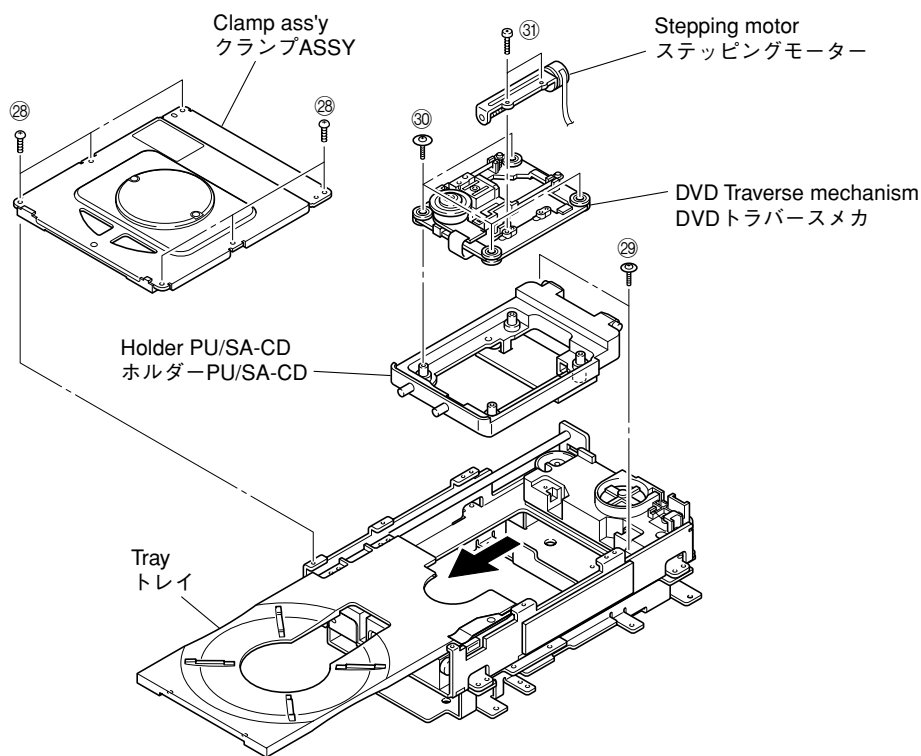

Fig. 10
- Remove 6 screws (28) and then remove the clamp ass'y. (Fig. 10)
- Push out the tray by pushing its rear. (Fig. 10)
- Remove 2 screws (29). (Fig. 10)
- Remove the DVD traverse mechanism together with the holder PU/SA-CD. (Fig. 10)
- Remove 4 screws (30) and then remove the DVD traverse mechanism. (Fig. 10)
- Remove 2 screws (31) and then remove the stepping motor. (Fig. 10)
- 28のネジ6本を外し、クランプASSYを取り外します。(Fig. 10)
- トレイの後方を押し、トレイを押し出します。(Fig. 10)
- 29のネジ2本を外します。(Fig. 10)
- DVDトラバースメカをホルダーPU/SA-CDと一緒に取り外します。(Fig. 10)
- 30のネジ4本を外し、DVDトラバースメカを取り外します。(Fig. 10)
- 31のネジ2本を外し、ステッピングモーターを取り外します。(Fig. 10)